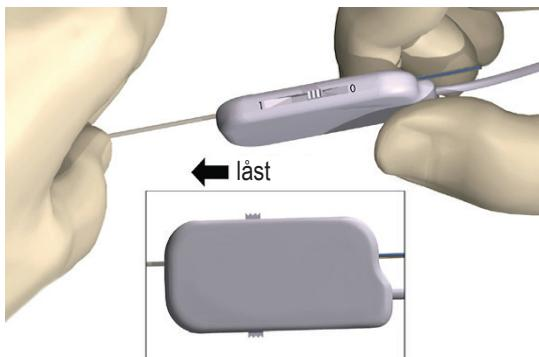

Figur 9: Koble 1x8 operasjonsromkabelen til den eksterne prøvestimulatoren 2 og ETS-adapteren
4. Koble operasjonsromkabelen med forlengelse inn i kontakten på ETS-adapteren "1-L" (figur 9). Dersom det brukes to DBS-elektroder, kobles den venstre DBS-elektroden til kontakt "1-L" og den høyre DBS-elektroden til kontakt "2-R".